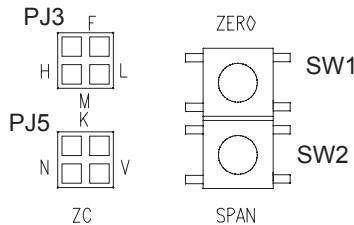

图 5 使用模式和量程选择开关
使用模式和量程分别由2个跳线开关选择，PJ3和PJ5，见图5。
如果LCD显示模块被安装，并且用户使用在风速测量模式下，K系数就可以调整。此时，需要设置K系数调整模式。即将PJ5的跳线设置在位置“K”，见图5。此时，LCD显示的是皮托管的K系数。这时，就可以调整该K系数了。方法是连续按下“ZERO”和“SPAN”按钮（此时该二个按钮分别相当于“UP”和“DOWN”按钮，即增加和减小），直到需要的K系数被设定好（在LCD上可以看到这个过程）。此时，重新设置PJ5的跳线开关到风速位置“V”。不可以把该跳线开关留在位置“K”。工厂设定的K系数是1.0。其可以调节的范围是0.5-3。
为此，需要设置调整时间常数模式。即将PJ3的跳线开关设置在位置“F”，见图5。此时，LCD会显示该时间常数。这时，就可以调整该常数了。方法是连续按下“ZERO”和“SPAN”按钮（此时该二个按钮分别相当于“UP”和“DOWN”按钮，即增加和减小），直到需要的时间常数被设定好（在LCD上可以看到这个过程）。此时，再重新将该跳线开关恢复到原来的位置。不可以将此开关留在“F”位置上。工厂设定的该常数是0.5秒。
本产品可以由用户自行重新校准。校准按钮是调零按钮“ZERO”和调量程按钮“SPAN”，见图5。共4个参数可以被重新校准：输入压差零点、输入压差满量程、模拟输出零点（即0V或4mA）和模拟输出满量程（即10V或20mA）。输入压差和模拟输出是分别校准的。这些被重新校准的参数都会存储在非易失存储器中，不需要外部电源或电池保持。同时，出厂时的原始设置参数也会永久保存，以便随时恢复。
**校准模拟输出的零点**-首先把跳线开关PJ3设置在“F”位置，把PJ5设置在“K”位置，见图5，然后连续二次按下“ZERO”按钮。该按钮必须在1秒钟内被均匀连续按下2次。过快按2次也不可以。按照产品输出形式的不同，此时，模拟输出应该在0V或4mA附近。这时，再通过连续按下“ZERO”和“SPAN”按钮（此时该二个按钮分别相当于“UP”和“DOWN”按钮，即增加和减小），直到用高精度电压或电流表测试出的电压或电流在0.00 V或4.000 mA。此时，再次同时按下“SPAN”和“ZERO”按钮，则完成本次校准。这时的模拟输出将正确反映当时的过程压差值。
**校准模拟输出满量程**-首先把跳线开关PJ3设置在“F”位置，把PJ5设置在“K”位置，见图5。并将高精度电压表或电流表与变送器输出正确连接，然后连续二次按下“ZERO”按钮。该按钮必须在1秒钟内被均匀连续按下2次。过快按2次也不可以。按照产品输出形式的不同，此时，模拟输出应该在10V或20mA附近。这时，再通过连续按下“ZERO”和“SPAN”按钮（此时该二个按钮分别相当于“UP”和“DOWN”按钮，即增加和减小），直到用高精度电压或电流表测试出的电压或电流在10.00 V或20.000 mA。此时，再次同时按下“SPAN”和“ZERO”按钮，则完成本次校准。这时的模拟输出将正确反映当时的过程压差值。